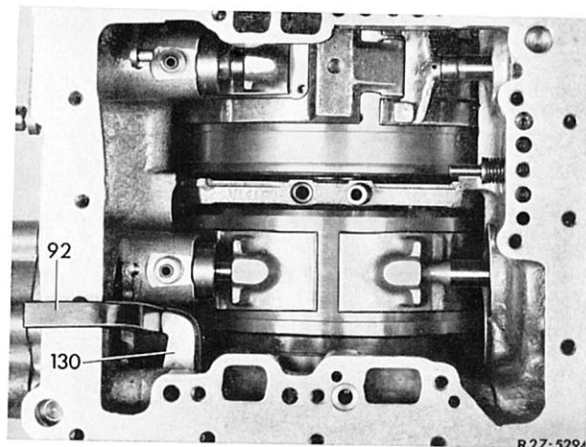

Bild 27-11/64
Gegenmutter (56) aufschrauben (Bild 27-11/63).